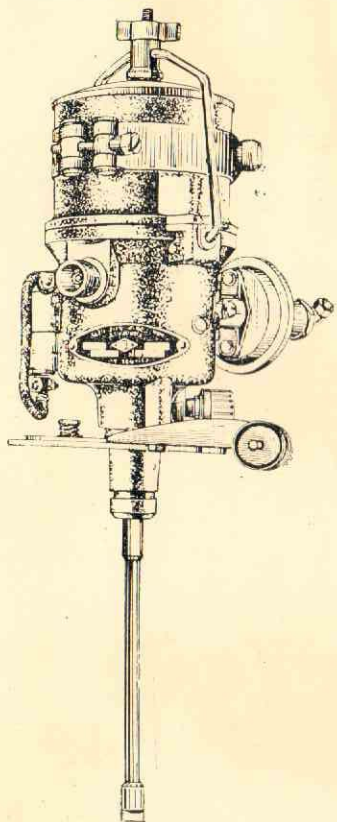

Рис. 2. Общий вид распределителя Р-53Б.
2. Распределитель Р-53Б (рис. 2).